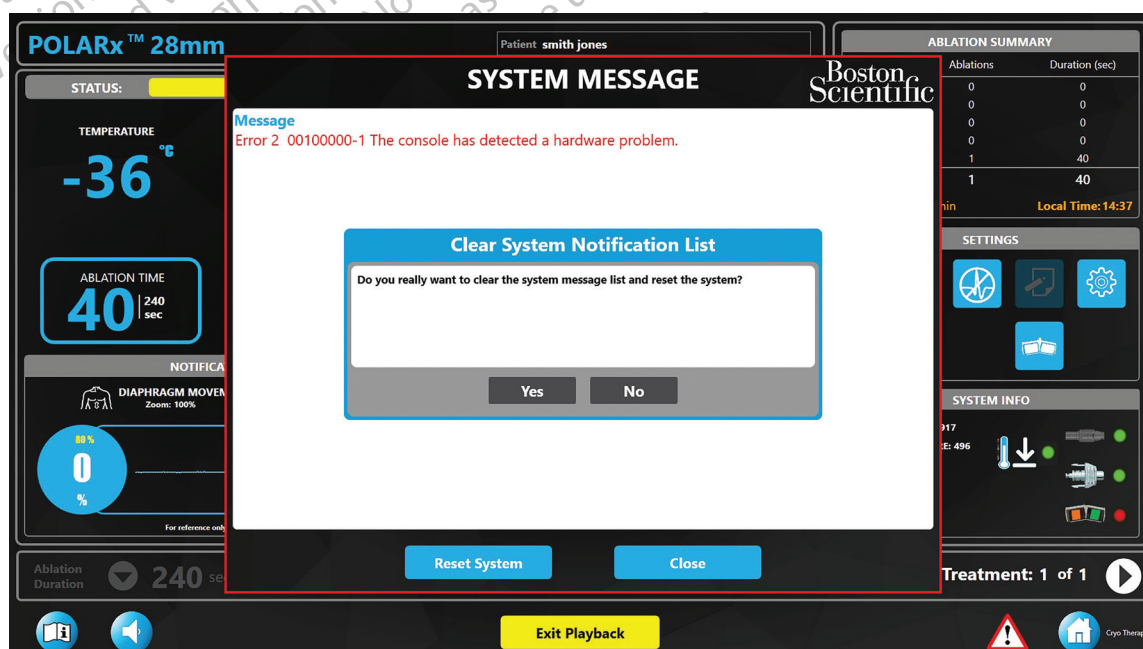

Figura 22. Finestra Clear System Notifications List (Elimina elenco delle notifiche di sistema)
- Premere il pulsante **Reset System** (Ripristina sistema) per eliminare tutti i messaggi attivi (fare riferimento alla Figura 22).